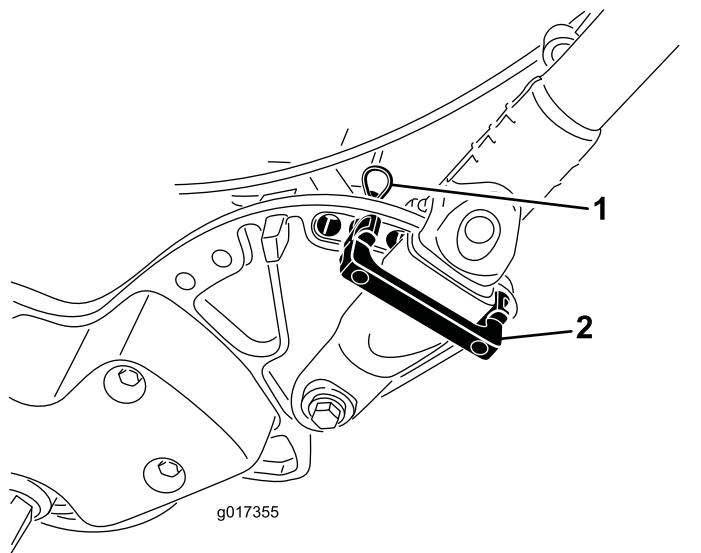

Figure 32
- Retirez les goupilles fendues des retenues du guidon de chaque côté de la machine (Figure 32).
| 3. Soutenez le guidon, retirez les goupilles fendues de chaque côté et faites pivoter le guidon à la position voulue (Figure 32). | |